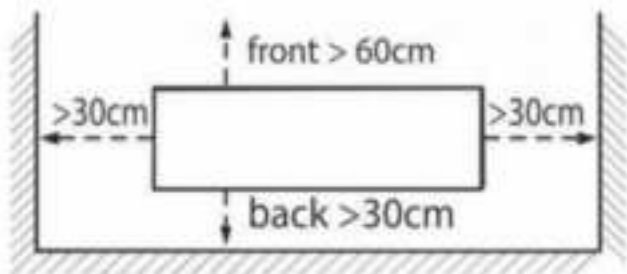

Fig.1
3. L'unité de refroidissement doit être installée dans un endroit bien ventilé. Gardez un espace libre. d'au moins 30 cm pour l'arrière (entrée d'air) et les deux côtés et d'au moins 60 cm pour l'avant (entrée d'air sortie). Voir la Fig. 1. Un espace plus grand doit être prévu lorsque la machine fonctionne à haute puissance. Sinon, l'efficacité du refroidissement sera réduite ou même provoquera un dysfonctionnement.